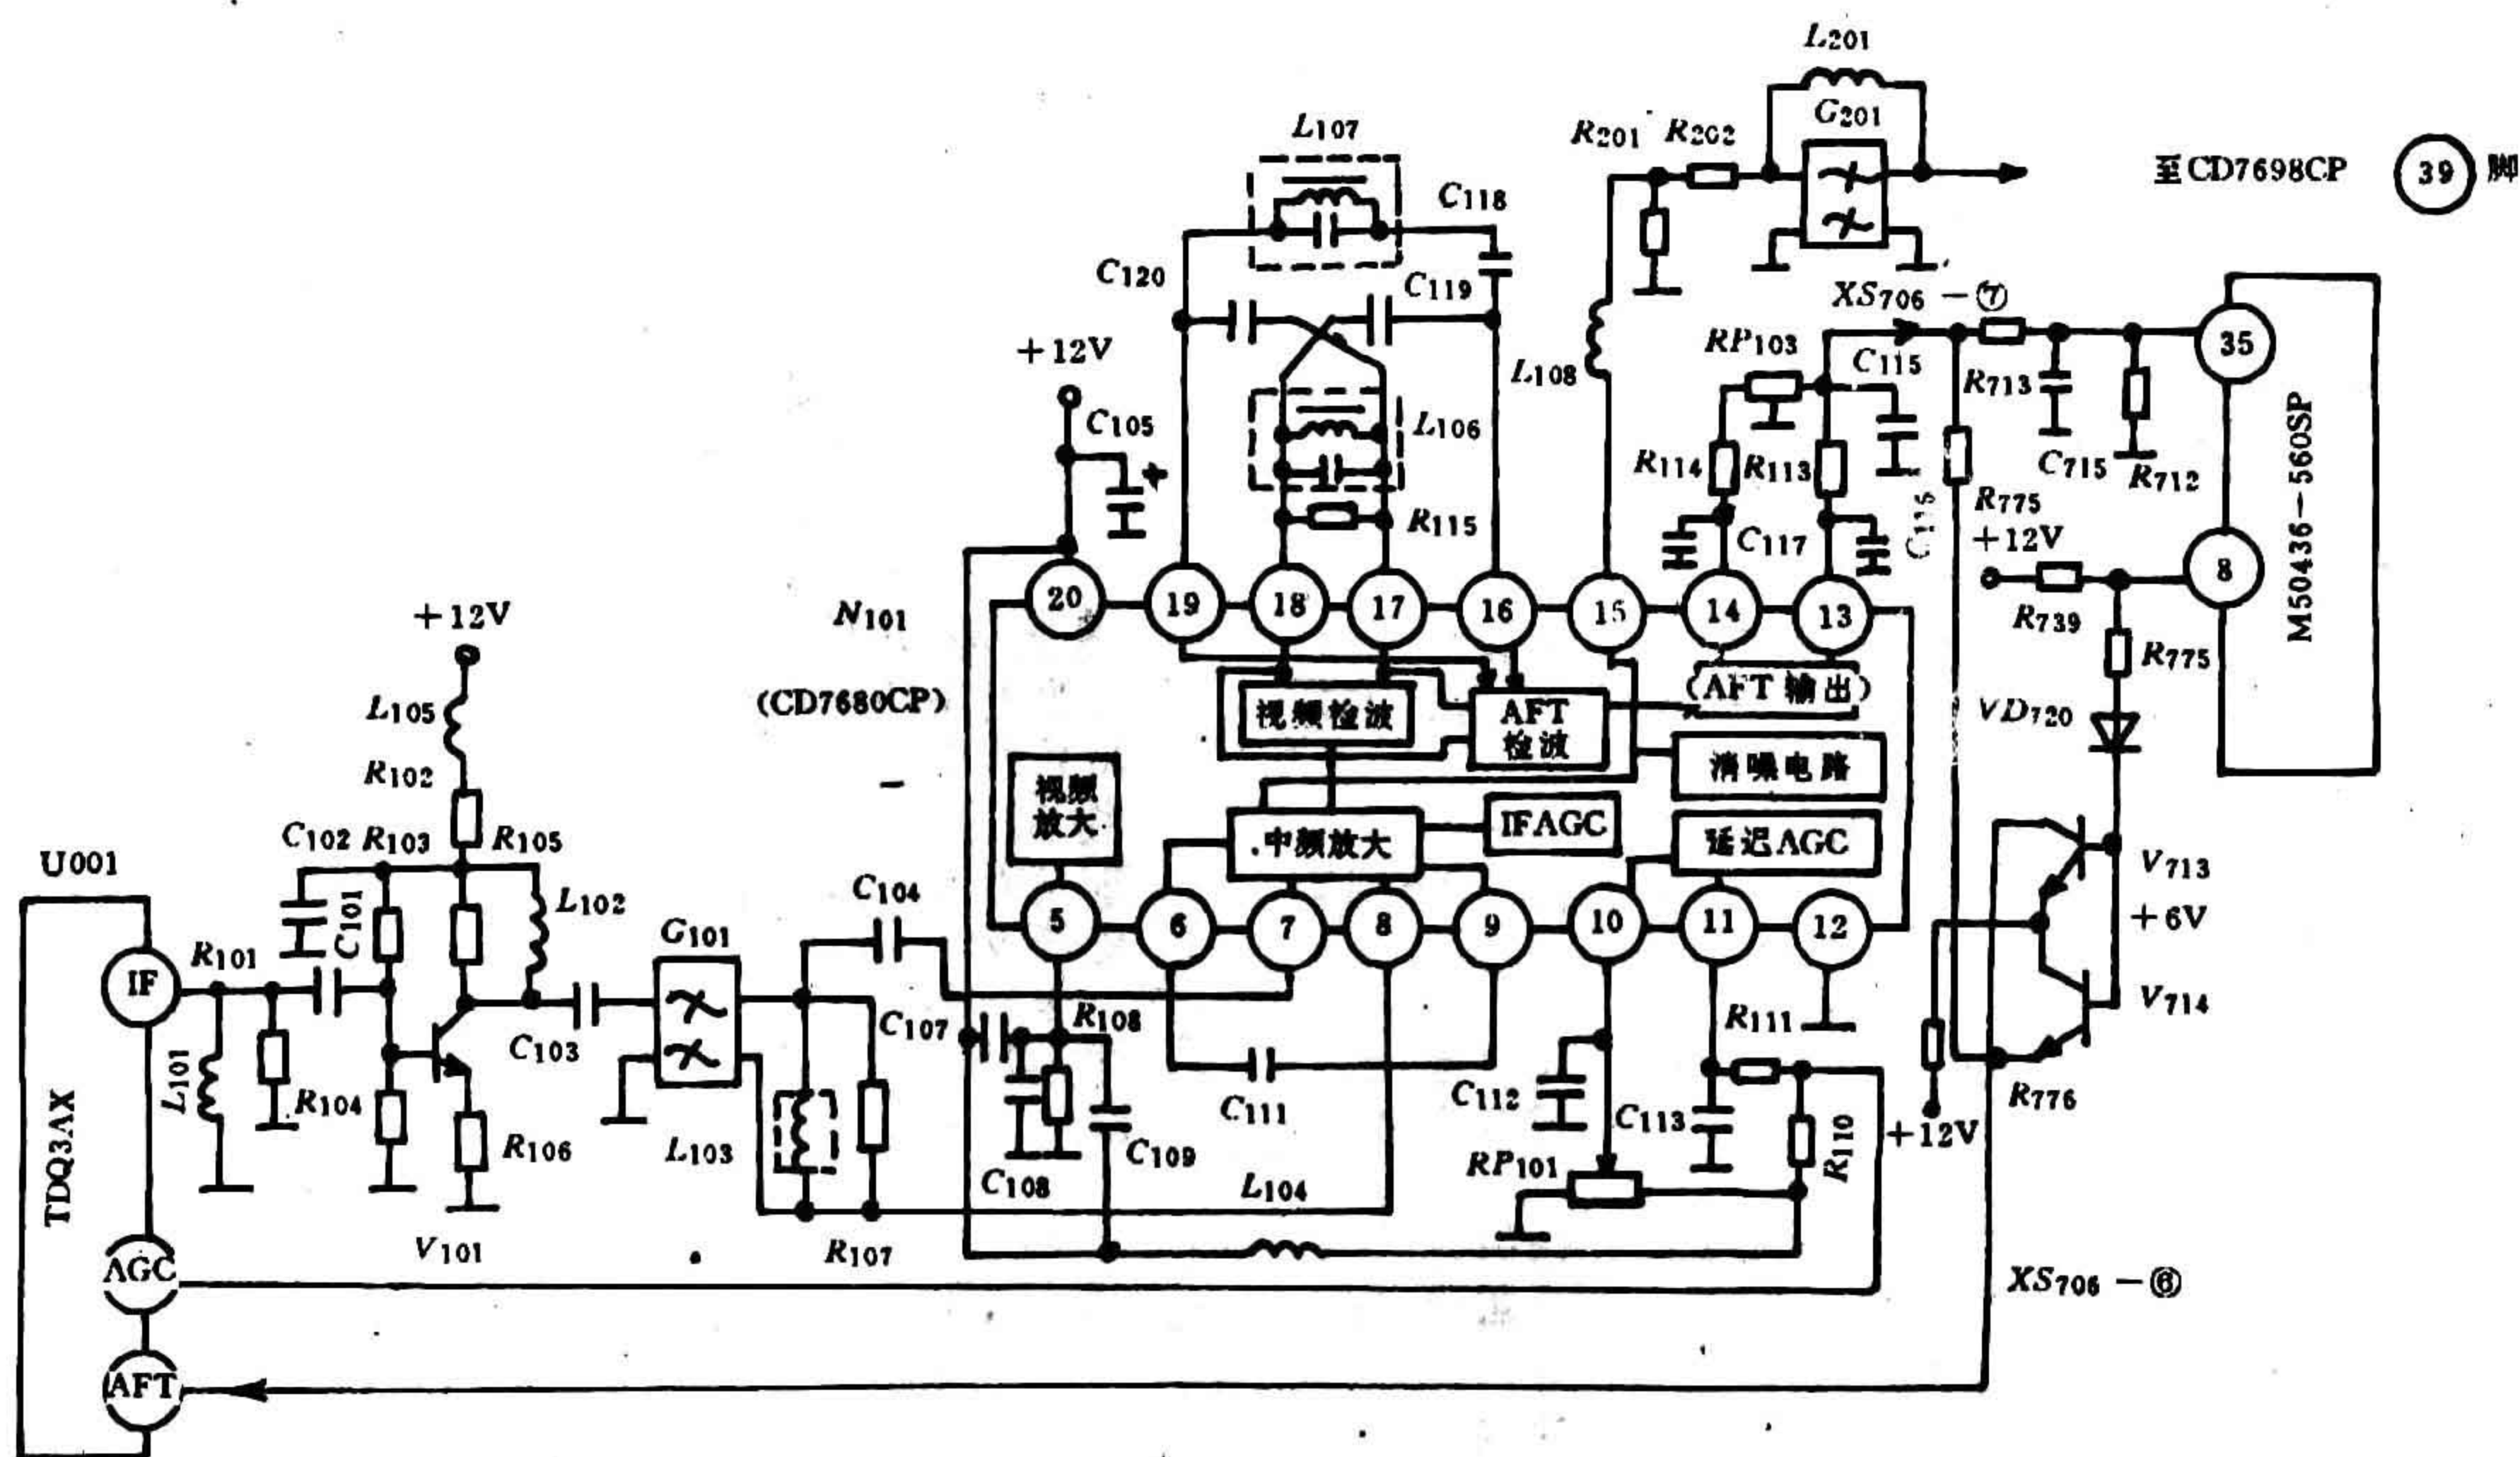

图 29 北京 8316—2 型彩电图像中频电路原理图
TA 两片机彩色电视机图像中频电路,大多由一级预中放、声表面滤波器和 TA7680AP(CD7680CP) 内部分电路与外围元件构成。其基本电路结构和工作原理均大同小异。现以有一定代表性的北京牌 8316—2 型彩色电视机的图像中频电路(如图 29 所示)为例,图像中频电路的主要功能与工作原理分析如下:
北京 8316—2 型遥控彩色电视机,CD7680CP⑬脚、⑭脚输出经接口电路与微处理器 AFT 通/断控制电路相接(参阅图 29)。当 AFT 控制处于“通”状态时,微处理器 M50436—560SP⑧脚变为低电平,使 V_{713} 与 V_{714} 三极管均截止,由 TA7680AP⑬脚输出的误差校正电压,经 R_{113} 、 XS_{706} ⑦、 R_{775} 直接送至高频调谐器的 AFT 端,实现 AFT 控制。